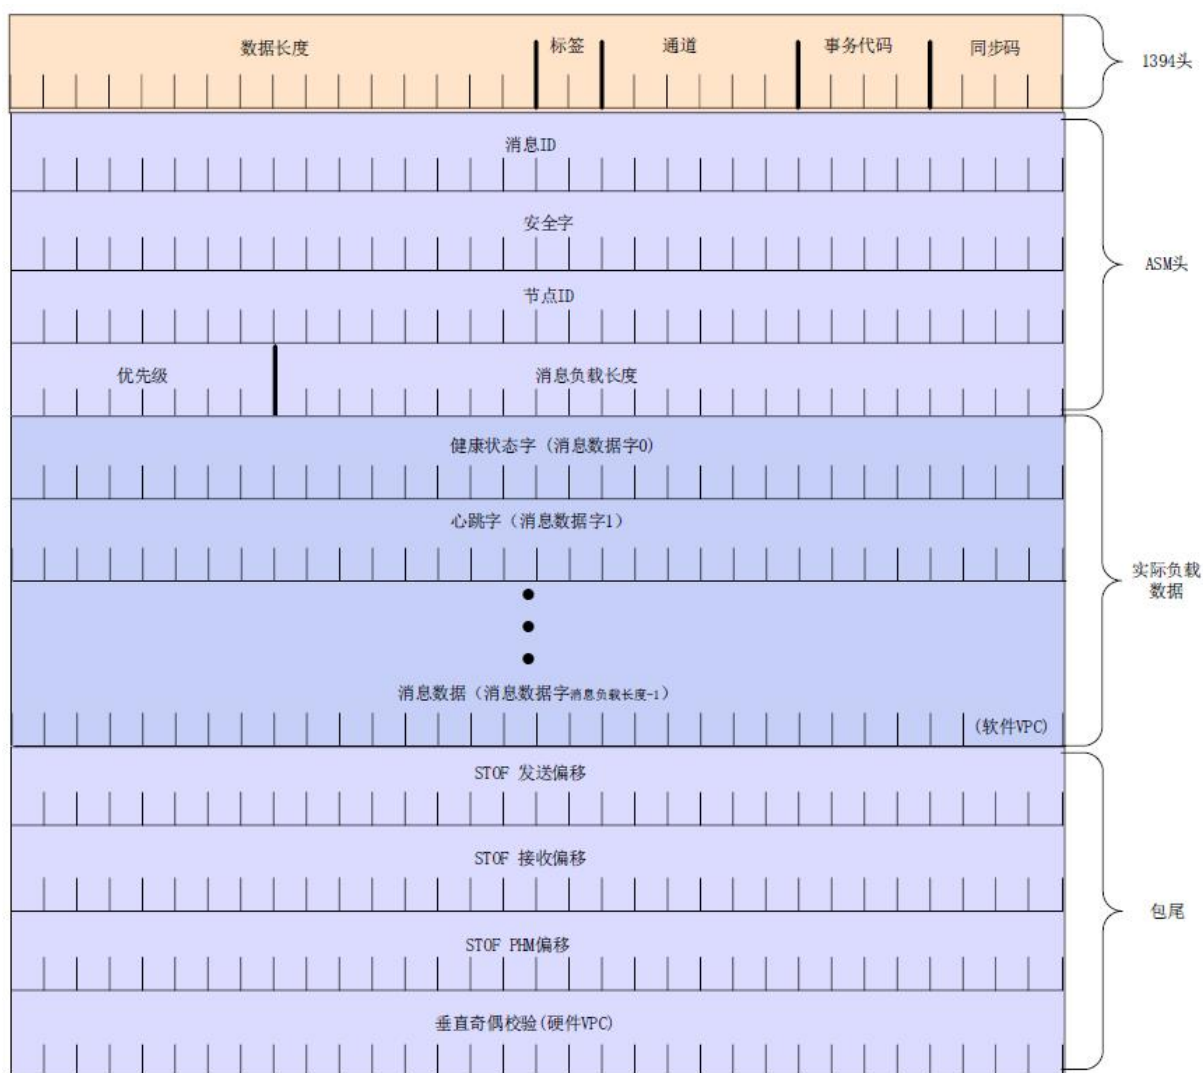

图 2 发送数据区格式
- **pbuf**: 待更新的 ASM 数据缓冲区地址，其格式如图 2 所示
功能说明：获取接收缓冲区中的索引数据本身的地址，其值为相对于本缓冲区首地址的偏移地址，缓冲区中数据的格式参见图 2 发送数据区格式。